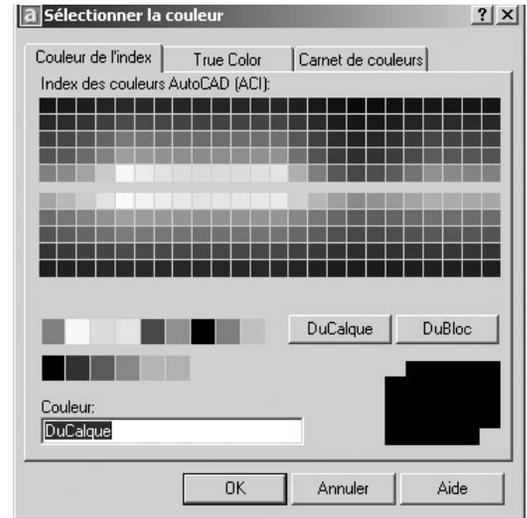

Fig.6.31
- ▶ **Couleur de l'index** (Index color) : définit des paramètres de couleur à l'aide des 255 couleurs de l'index des couleurs AutoCAD (ACI). Si l'on sélectionne une couleur ACI, son nom ou son numéro apparaît en tant que couleur courante dans la zone **Couleur** (Color) (fig.6.31).